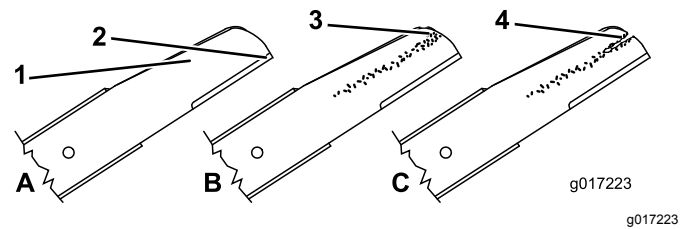

Bild 38
1. Untersuchen Sie die Schnittkanten (**Bild 38**). Bauen Sie die Schnittmesser aus und schärfen oder tauschen sie aus, wenn die Kanten nicht scharf sind oder Kerben aufweisen.
2. Prüfen Sie die Schnittmesser, insbesondere den gebogenen Bereich (**Bild 38**). Wenn Sie Schäden, Verschleiß oder Rillenbildung in diesem Bereich feststellen, sollten Sie sofort ein neues Schnittmesser einbauen.